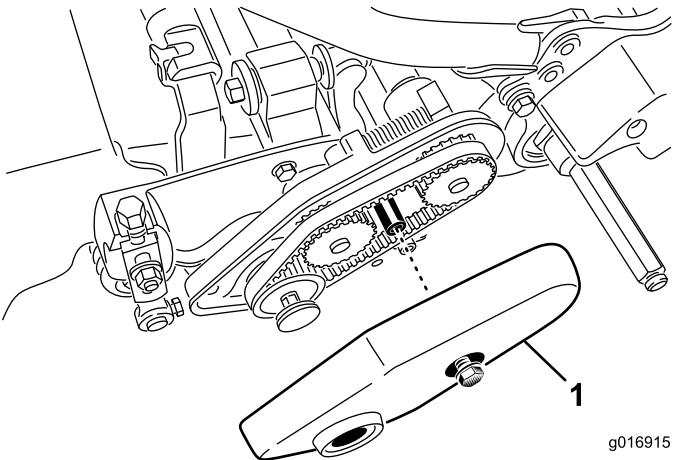

Bild 16
2. Lösen Sie den Bundbolzen, mit dem die Riemenabdeckung befestigt ist, und nehmen Sie die Riemenabdeckung ab, um an den Riemen freizulegen (Bild 16).